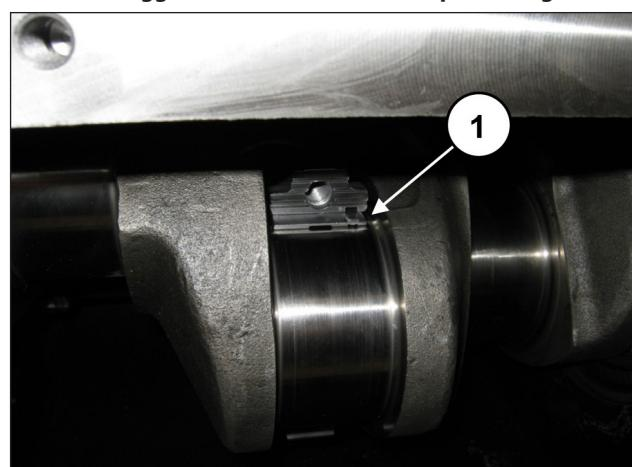

Fig. 65
Inserire i semicuscini superiori tra le bielle e l'albero (pos. ①, Fig. 65).